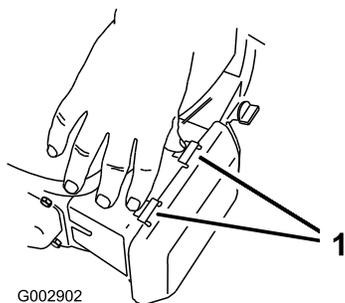

Figure 20
1. Appuyez sur les languettes de verrouillage en haut du couvercle du filtre à air (Figure 20).